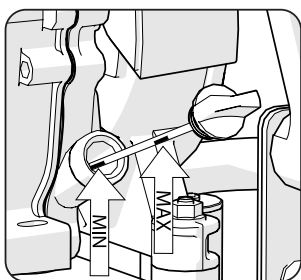

Abb. 6
**Hinweis:** Bei der Kontrolle des Ölstands ist es wichtig, dass sich die Maschine auf einer stabilen, waagerechten und ebenen Fläche befindet, während der Motor stillsteht und kalt ist. Auf dem Messstab befinden sich zwei Indexmarken. Der Ölstand sollte in der Nähe der oberen Markierung gehalten werden. **(Abb. 6)**